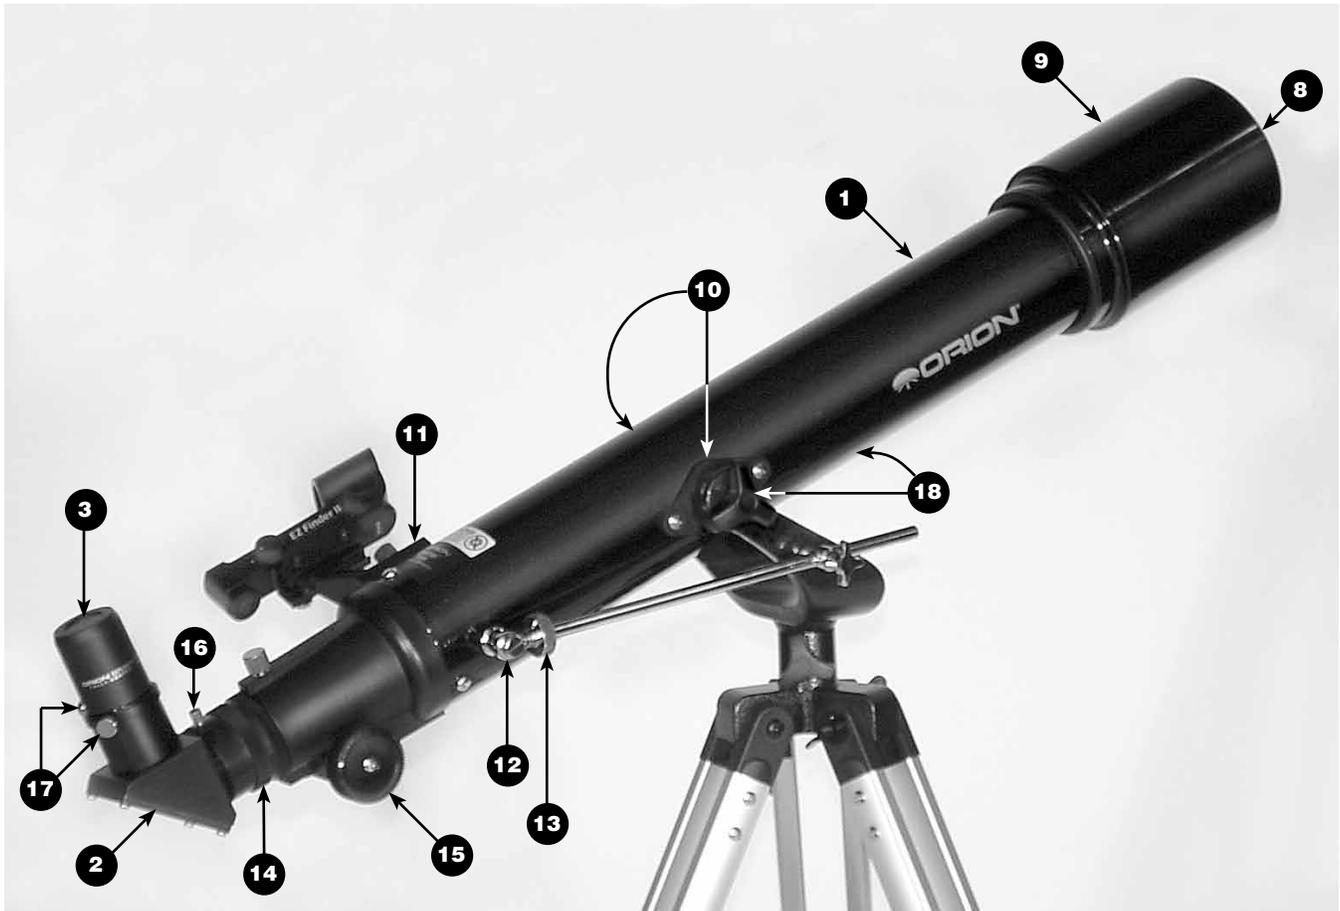
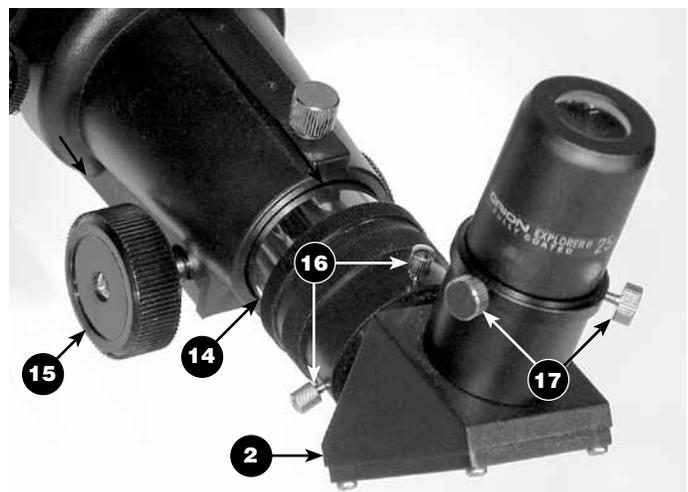

Abbildung 2a. Komponenten des Optikrohrs.
Abbildung 2b. Detailansicht des Fokussierers am Observer 70-Teleskop.
In Abbildung 2a wird das Optikrohr (1) mit seinen verschiedenen Komponenten im Detail dargestellt. Zum besseren Verständnis ist das Optikrohr zusammen mit der Montierung abgebildet. Abbildung 2b zeigt eine stärker vergrößerte Nahaufnahme des Fokussierers.
10. Setzen Sie die Chrom-Steckhülse des Explorer II-Okulars mit 25 mm (3) in den 90°-Zenitspiegel (2) ein. Fixieren Sie das Okular mit den Rändelschrauben zur Befestigung des Okulars (17). In Abbildung 2b sehen Sie einen korrekt montierten Zenitspiegel mitsamt Okular.